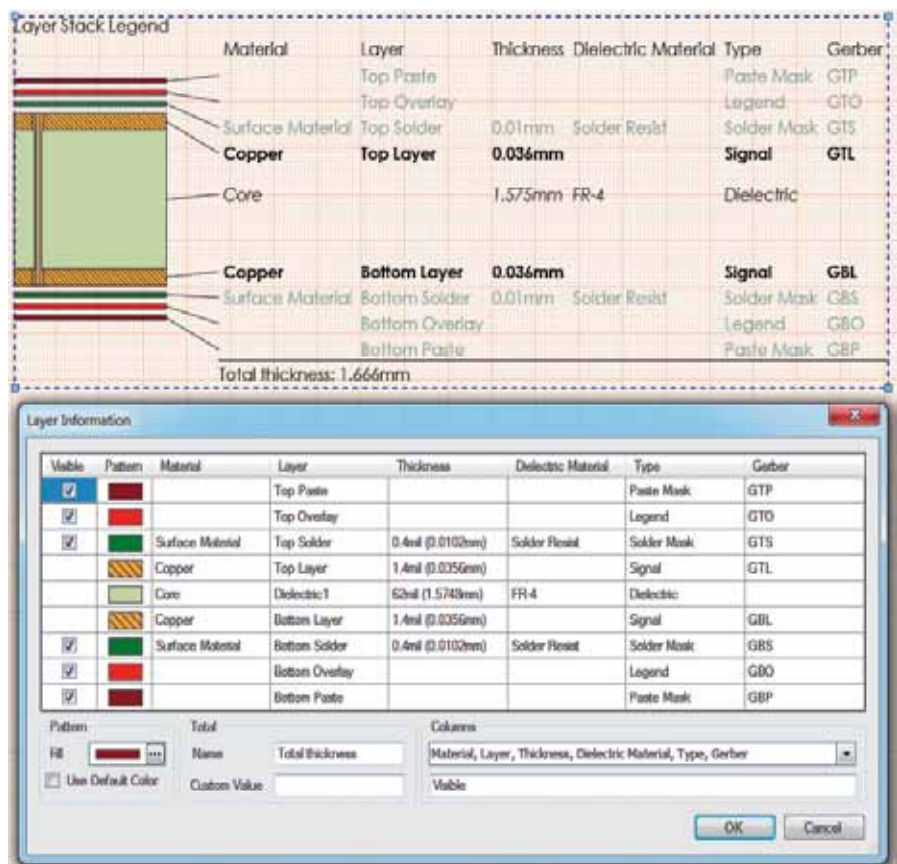

Рис.6. Вид стека слоев
4. **Стек слоев (Layer Stack Legend)**, который показывает в разрезе внутреннюю структуру платы в увеличенном размере и включает в себя подробную информацию для каждого слоя в стеке (рис.6). По умолчанию в описание слоев попадают все атрибуты слоев платы из диалогового окна Layer Stack Manager редактора плат, а также расширения гербер-файлов, соответствующие каждому слою. Кроме того, в описание могут быть включены дополнительные атрибуты, заданные для каждого слоя платы.